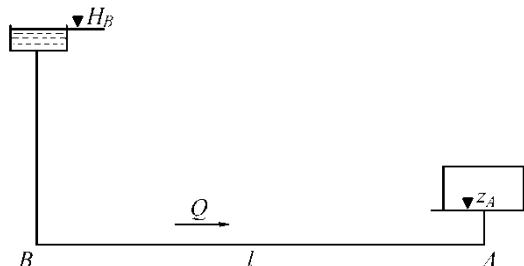

Рис. 2
3. Определить диаметр трубопровода для подачи 15 л/с воды от водонапорной башни В до предприятия А (рис. 2) при длине трубопровода $l = 1000$ м, отметке уровня воды в башне $H_B = 32$ м, геодезической отметке в конце трубопровода $z_A = 2$ м и свободном напоре $H_{св} \geq 12$ м, если трубы: